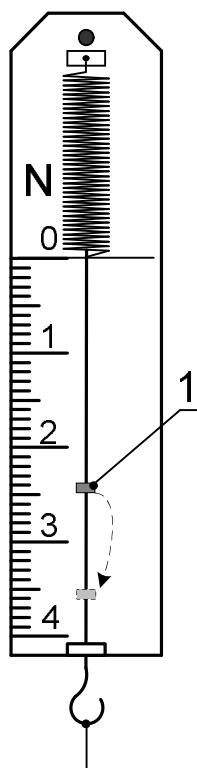

Рис.3
Завдання лабораторної роботи полягає в порівнянні значень ΔE^e і E_2^{np} . Визначити нижнє положення важка допомагає фіксатор 1 (див.рис.3). Це легенька пластинка з корка, прорізана
2. Підніміть рукою важок так щоб пружина динамометра не була розтягнута. Трохи змістіть фіксатор до нижньої частини шкали (див.рис.3). (Обмежувач переміщення важка бажано встановити на такій висоті, щоб потрібне положення важка забезпечувалось при упорі в обмежувач.).